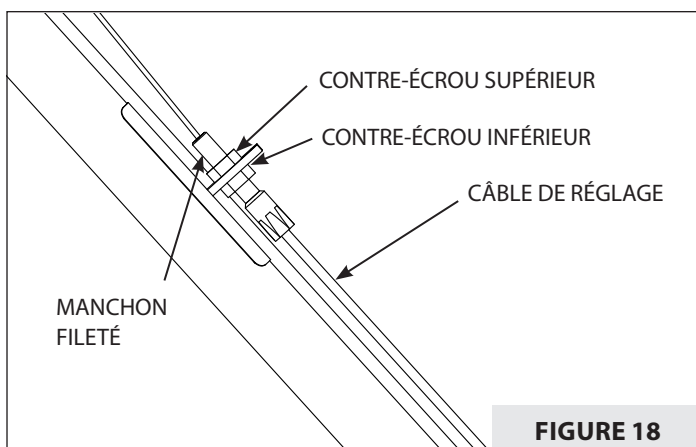

FIGURE 18
1. Desserrer le contre-écrou supérieur sur le câble d'ajustement. **VOIR FIGURE 18.**